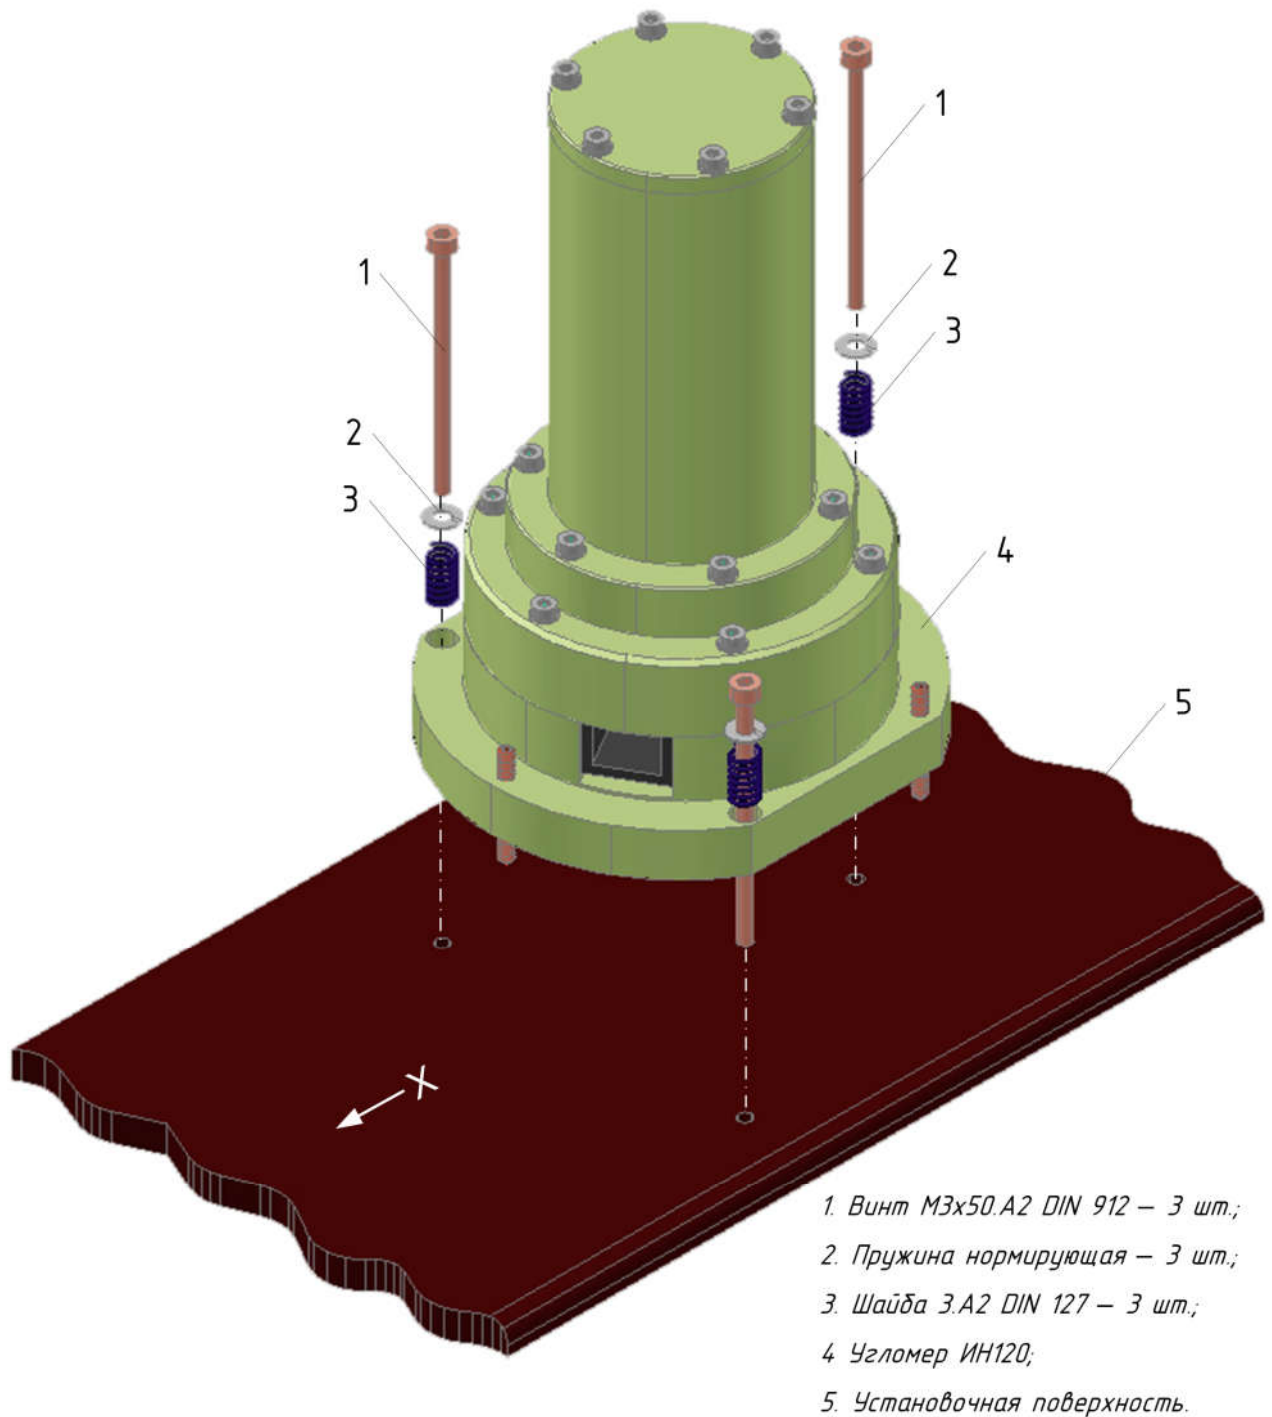

Рис. 3.7 Угломер ИН120. Установка в резьбовые отверстия.
входящих в комплект поставки угломеров винтов МЗх50.А2 DIN 912, пружин нормирующих, шайб 3.А2 DIN 127 и ключа HEX2,5. При установке необходимо пользоваться проектными данными, рабочими чертежами и Рис. 3.7.
Операция: Подстройка нуля (арретирование) угломера выполняется при ослабленных винтах поз. 1 Рис. 3.7 при помощи регулировочных винтов поз.1 Рис. 3.6, ключа HEX1,5, контроллера MS4812 ОИС 10.02.000, автономного источника питания БАУ 436431.001 и патч-корда FTP. Если в комплект
- При помощи 3 регулировочных винтов М3х50.А2 DIN 912 (поз.1,2 Рис. 3.11, поз.3 Рис. 3.12), ключа HEX1,5 и уровня выровнять угломер по оси X в соответствии с Рис. 3.11, 3.12. При положительных показаниях угломера следует закручивать регулировочный винт поз. 3 Рис 3.12. При отрицательных показаниях угломера следует закручивать регулировочный винт поз. 3 Рис 3.12. В случае потери механического контакта между острым концом регулировочного винта (поз. 3 Рис 3.12). следует подтянуть винты поз. 1 Рис. 3.7.
После подстройки нуля следует подтянуть винты поз. 1 Рис. 3.7 до исходного состояния.